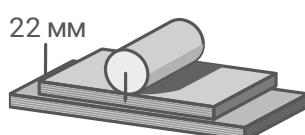

Рисунок 22
15.4 При перекатывании тяжёлого оборудования, снарядов и прочее необходимо использовать листы фанеры толщиной 22 мм, уложенных в два слоя с перехлестом (см. Рисунок 22).